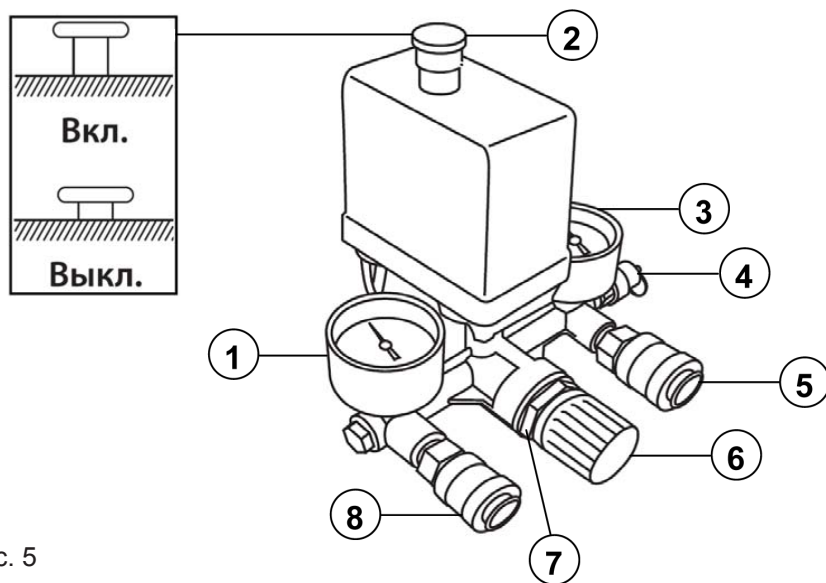

Рис. 5
2. Подключите вилку электрокабеля питания в соответствующую розетку, имеющую контакты заземления, предварительно проверив, что выключатель реле давления 2 (Рис. 5) находится в положении выключено «О» (OFF).
4. Включите компрессор красной кнопкой реле давления (прессостата), потянув ее вверх в положение Вкл. (Рис. 5). Компрессор запустится и начнет накачивать воздух в ресивер. После достижения заданного верхнего уровня давления компрессор остановится. По мере расходования воздуха давление в ресивере падает и, когда оно достигает нижнего заданного уровня (разница между верхним и нижним уровнем давления 2 бар), компрессор автоматически включится. Компрессор продолжает выполнять этот цикл в автоматическом режиме до тех пор, пока его не выключить с помощью выключателя реле давления, нажав его вниз в положение Выкл. (Рис. 5)
Давление в ресивере можно проверить по показаниям манометра 3 (Рис. 5).
Регулировка давления возможна только на выходе 8 (Рис. 5). Давление на выходе регулируется ручкой редуктора 6 (Рис. 5). Вращая ручку редуктора по часовой стрелке, давление на выходе увеличивается, против – уменьшается.
Для визуального контроля давления на выходе используется манометр 1 (Рис. 5).
После регулировки выходного давления на редукторе необходимо зафиксировать ручку редуктора контргайкой 7 (Рис. 5).
Для останова компрессора нажмите на кнопку прессоштата в положение Выкл. (Рис. 5). После завершения работы с компрессором отключите его от электросети и стравите воздух из ресивера.